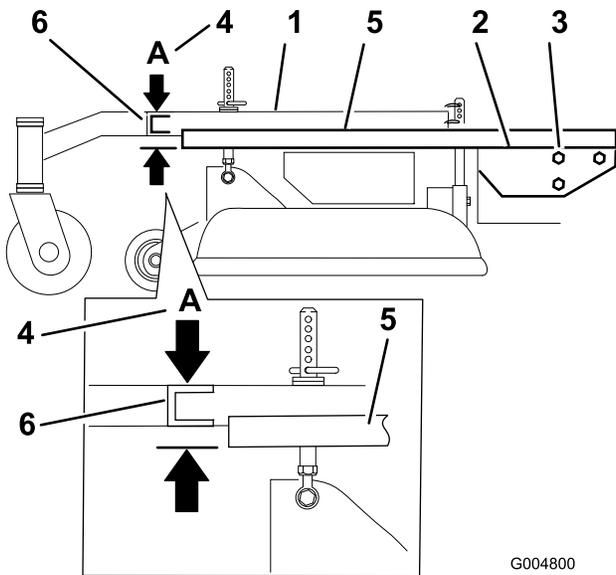

Figura 69
3. Coloque una regla larga en la parte superior de la carcasa del motor según se ilustra en la Figura 69.
4. En la ranura transversal del bastidor de tiro, mida la altura en la posición **A** (Figura 69). Debe ser de 33 mm (1-5/16 pulg.), con una tolerancia de más o menos 6 mm (1/4 pulg.).
6. Afloje los pernos de montaje del bastidor de tiro en los dos lados de la máquina (Figura 69).
7. Alinee el bastidor de tiro y la carcasa del motor para que tengan una altura de 33 mm (1-5/16 pulg.), con una tolerancia de más o menos 6 mm (1/4 pulg.) en la posición **A** (Figura 69).